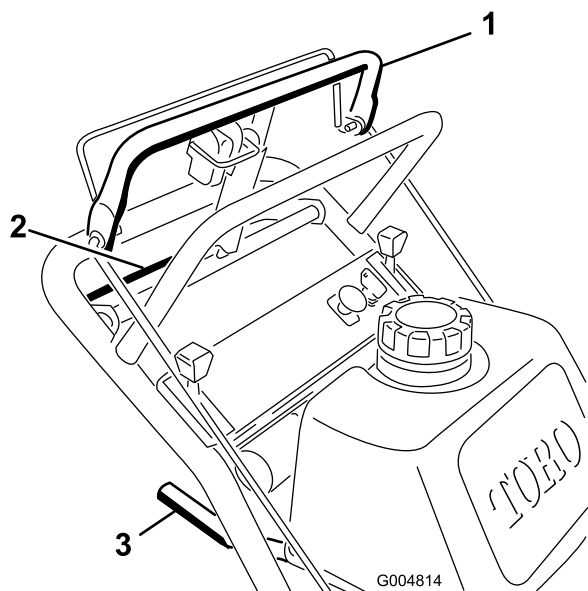
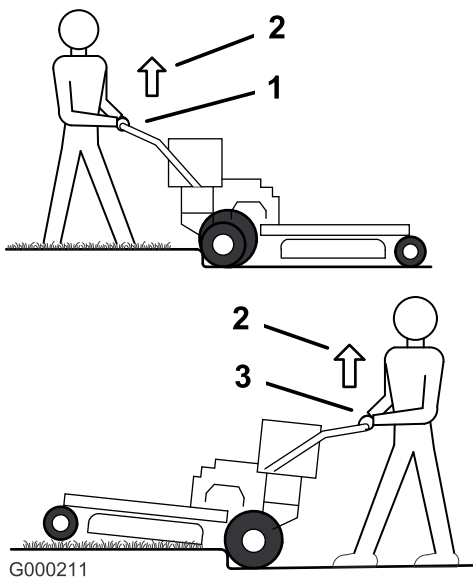

Figura 10
Figura 11
1. Per avanzare, spostate la leva del cambio su una marcia di avanzamento (Figura 10).
3. Spingere lentamente la barra di comando superiore per spostarsi in avanti (Figura 10).
Per spostarvi in linea retta, applicate una pressione identica a entrambi i lati della barra di comando superiore (Figura 10).
Per girare, rilasciate la pressione sul lato della barra di comando superiore che corrisponde alla direzione in cui volete voltare (Figura 10).
3. Per indietreggiare, premete lentamente la barra di comando inferiore contro la maniglia inferiore (Figura 10).
3. Avanzate con la macchina fino a quando le ruote orientabili non toccano il cordolo (Figura 11).
4. Sollevare la parte frontale della macchina spingendo verso il basso la maniglia inferiore (Figura 11).
5. Avanzate con la macchina fino a quando le ruote motrici non toccano il cordolo (Figura 11).
6. Abbassate la parte frontale della macchina (Figura 11).
7. Contemporaneamente, premete la barra di comando inferiore e, afferrata la maniglia inferiore, sollevate la macchina per salire oltre il cordolo (Figura 10 e Figura 11).
3. Indietreggiate con la macchina fino a quando le ruote motrici non toccano il cordolo (Figura 11).
4. Contemporaneamente, premete la barra di comando inferiore e, afferrata la maniglia inferiore, sollevate la macchina (Figura 10 e Figura 11).